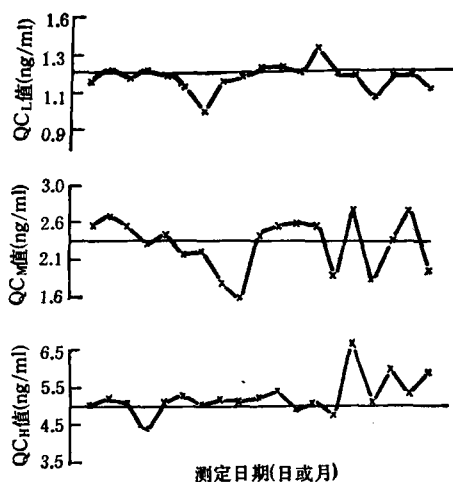

图2 质控血清与测定日期的关系
3. $\beta_2\text{mG}$ 的 QC 血清 用自制的 $\beta_2\text{mG}$ QC 血清、每种 QC 血清先连续测定 10 批,结果稳定可靠时,分别求出平均值 $\pm$ 标准差和变异系数 (CV 应小于 15%),以每种 QC 血清的平均值为 QC 血清的靶值。本文 QC 血清的靶值 $\pm \text{SD}$ 分别为 1.14 ± 0.08 ; $2.33 \pm 0.237 (n=9)$; $4.99 \pm 0.33 \text{ ng/ml}$; CV 分别为 7.0%; 10.2%; 6.6%。以靶值为基线;将不同时间测定结果和以靶值 $\pm 10\%$ 、 $\pm 20\%$ 、 $\pm 30\%$ 的范围绘于图 2。